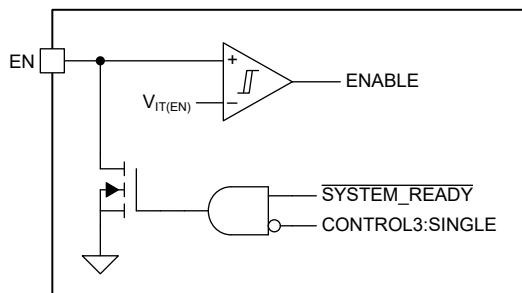

図 7-6. 機能ブロック図を有効にする
イネーブル (EN) ピンは双方で、2 つの機能を持ちます。図 7-6 を参照してください。